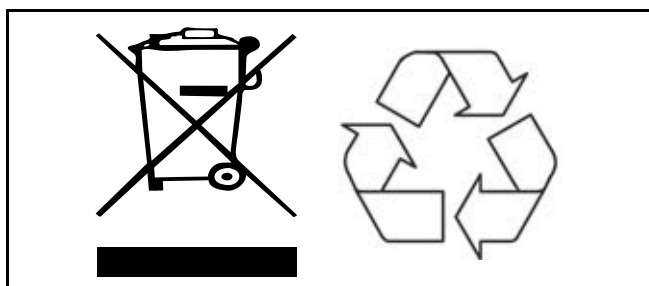

Fig. 2
- Vid återvinning och bortskaffande av batteriet ska reglerna i WEEE-direktivet (Waste of Electronic and Electrical Equipment, EU-direktivet för hantering av elektriskt och elektroniskt avfall) såväl som nationella miljöföreskrifter följas. Om detta inte görs kan de explodera, läcka eller orsaka personskador. När batterier återvinns ska deras anslutningar isoleras med tejp. Annars kan kvarstående elektrisk laddning i förbrukade batterier orsaka brand eller explosion. Fig. 2 nedan visar symbolerna för bortskaffande och återvinning.